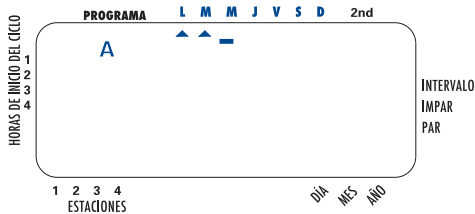

Figura 5: pantalla LCD con días de riego
- Gire la esfera rotativa a **DÍAS DE LA SEMANA** en el “programa A”. La pantalla mostrará una “A” y el cursor parpadeará debajo de los días L, M, M, J, V, S, D lunes, martes, etc. [Ver Figura 5]
- Presione **INGRESAR** para activar el riego el lunes. Aparecerá una flecha debajo de “L” y el cursor avanzará hasta martes (“M”). Presione **INGRESAR** para activar el riego el martes o **SIGUIENTE** para omitir ese día. [Ver Figura 5] Repita estos pasos para todos los días de la semana.